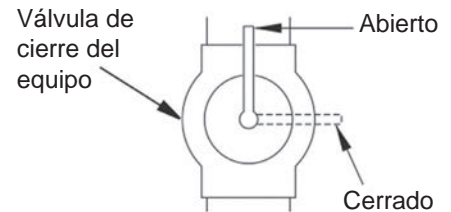

Fig. 17 - Válvula de cierre del equipo
1. Cierre la válvula de cierre del equipo (Ver Fig. 17).
1. Abra la válvula de cierre del equipo (Ver Fig. 17).